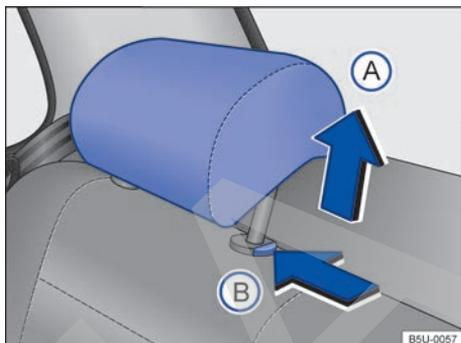

Fig. 39 Ajuste el apoyacabezas trasero.
- Empuje el apoyacabezas hacia arriba en el sentido de la flecha ⇒ fig. 39 (A) o con la tecla ⇒ fig. 39 (B) pulsada, empuje hacia abajo ⇒ .